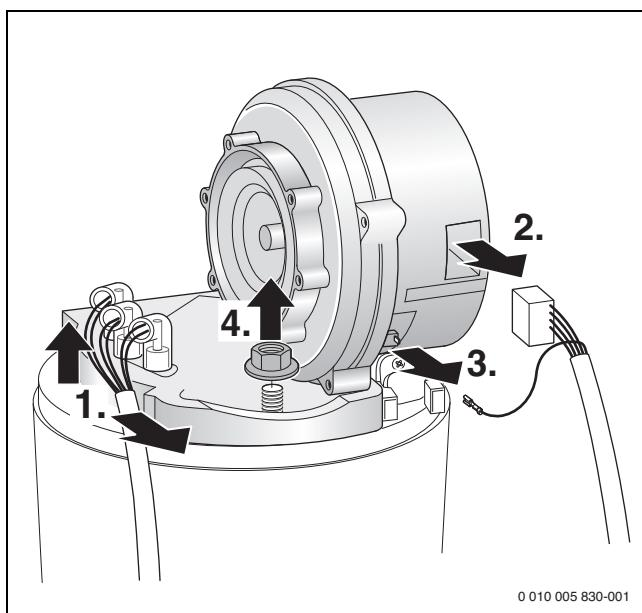

Fig. 52 Scoaterea suflantei
- ▶ Demontarea dispozitivului de amestecare (→ Fig. 52).